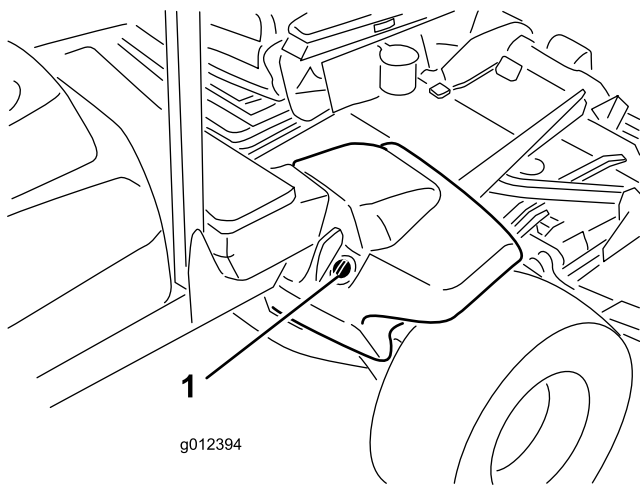

Figura 13
2. Limpie la zona alrededor del cuello de llenado y el tapón del depósito hidráulico (Figura 13). Retire el tapón del cuello de llenado.